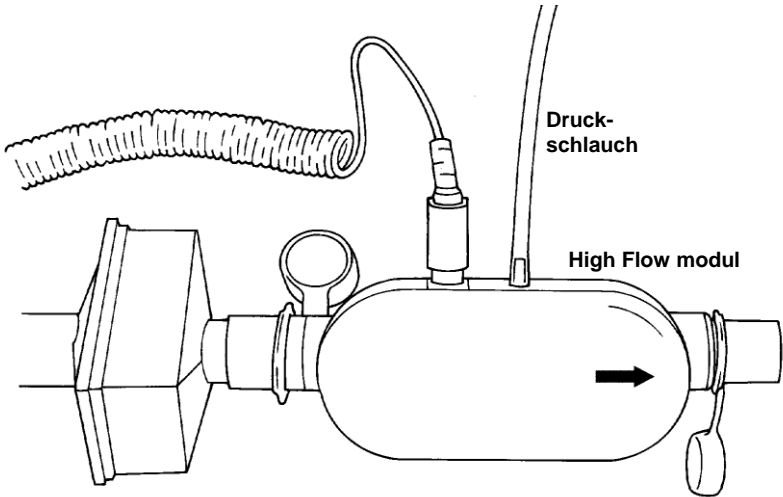

Abb. 5. Anschluss des Druckschlauchs an das High Flow Modul
3. Nur High Flow Modul: schließen Sie den Druckschlauch an (Abb. 5). Verbinden Sie das eine Ende des Druckschlauchs mit dem Low Pressure-Anschluss am Flow-Modul, das andere mit dem Druckanschluss im Messkreislauf.